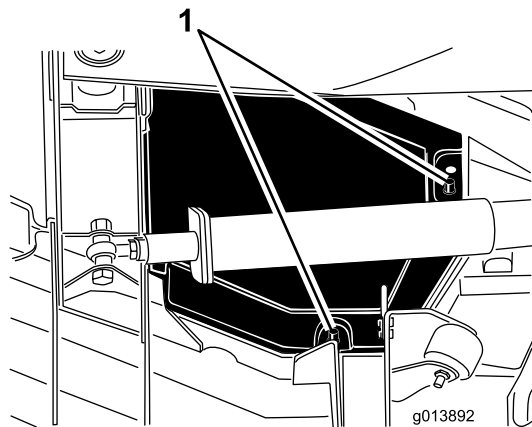

図 46
4. 取り付け用のポストから、後側のエッジと内側のエッジ部を外す（図 46）。